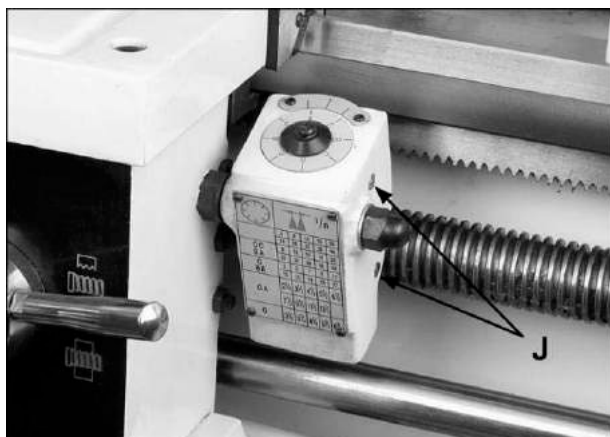

Рис.13
Все пресс-масленки должны быть смазаны маслом с вязкостью по SAE-20W (Mobil DTE® Oil Heavy Medium). Схемы точек смазки показаны на Рис.13 и 14.
7. Указатель резьбы – Ежедневно смазывать через две пресс-масленки (J, Рис.13).